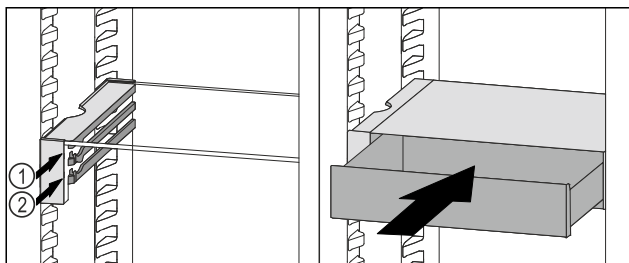

Fig. 196
- Așezați sertarul VarioSafe în spatele opritoarelor pe nervura dorită Fig. 196 (1) sau Fig. 196 (2).